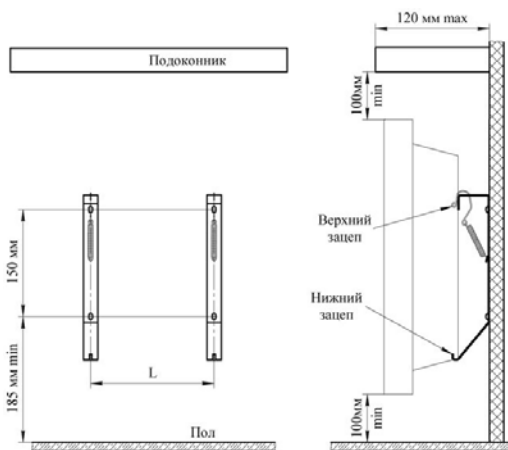

Рис. 1
5.4 Для установки конвектора выполните на стене разметку под крепёжные отверстия (см. рис.1, табл.2) и закрепите кронштейны для установки конвектора, любым доступным способом, обеспечив надёжное крепление конвектора в течении всего срока эксплуатации.
5.5 Совместите прямоугольные отверстия на задней стенке конвектора с верхними зацепами кронштейнов (рис. 1) и наденьте конвектор на зацепы.